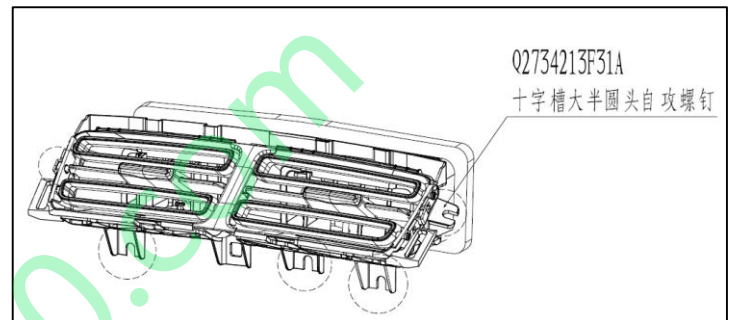

图 1.6.7 副仪表板中风口总成
- (1)用十字螺丝刀把中风口总成的 5 个螺钉松开并取出,然后沿着 X 向把中风口拆卸下来。如图 1.6.7 所示。
- (2)副仪表板中风口总成的安装:先把中风口对准风道,X 向装配进去,螺钉孔依次对准螺钉柱,最好依次拧紧 5 个螺钉。